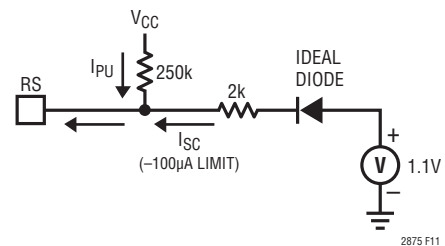

図11. RSピンの等価回路
1.1V未満の電圧が加えられると、RSピンのスルー・レート制御回路がアクティブになります。RSピンは、2k Ω の直列抵抗、-100 μA の電流適合性制限、および V_{CC} に接続される250k Ω のプルアップ抵抗を備えた、1.1Vの電圧源として近似的にモデル化することができます(図11)。RSの電圧が低